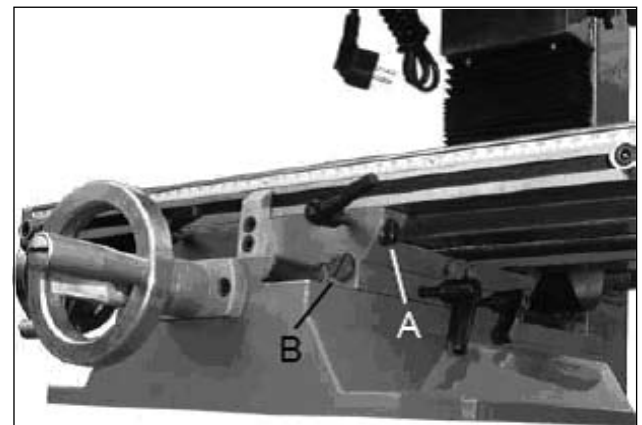

Fig. 17
1. Der Quertisch kann mit den Einstellschrauben (A, Fig. 17) eingestellt werden. Die Einstellung des Längstisches wird mit den Einstellschrauben (B, Fig.17) vorgenommen.